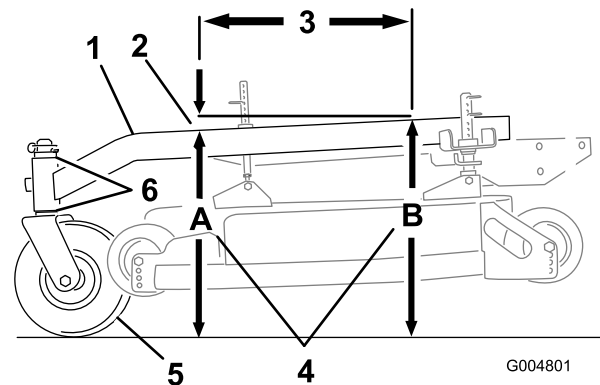

Figura 69
El bastidor de tiro debe tener una inclinación longitudinal de entre 3 mm y 9 mm en una longitud de 61 cm (Figura 69).
- Mida 61 cm en el bastidor de tiro (Figura 69).
- Mida la altura del bastidor de tiro en la posición **A** (Figura 69).
- Mida la altura del bastidor de tiro en la posición **B** (Figura 69).
- La altura en la posición **A** debe ser de 3–10 mm (1/8–3/8 pulgada) menos que en la posición **B** (Figura 69).
obtener una inclinación de 3–10 mm (1/8–3/8 pulgada) (Figura 69).